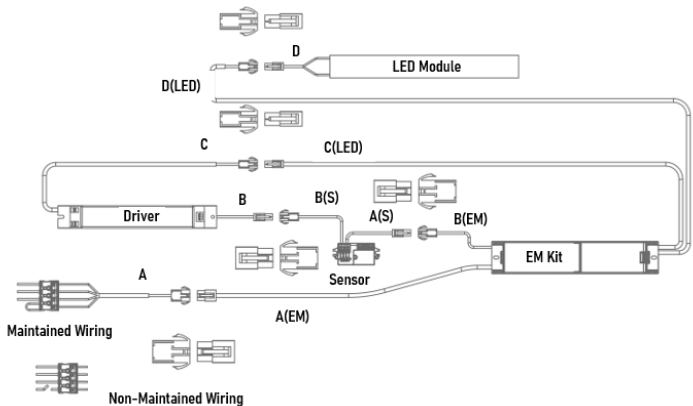

Fig. 2
- See Fig. 2 for wiring diagram